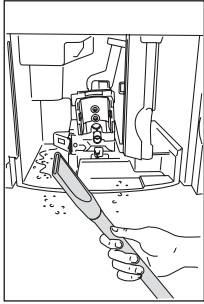

Fig. 38
- Retirer les résidus à l'aide d'un aspirateur (Fig. 38).